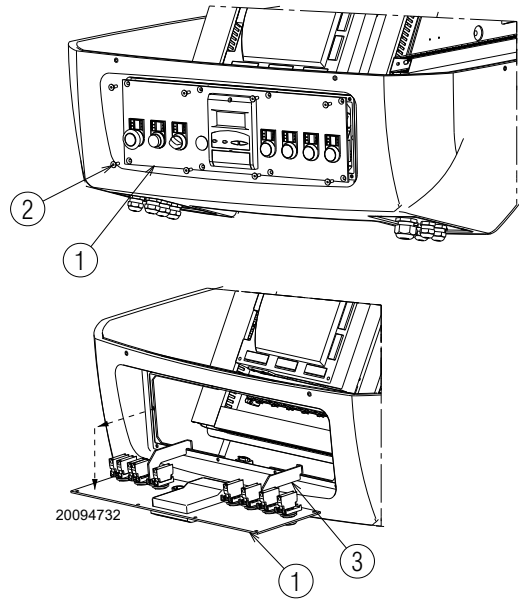

Abb. 33
- Ziehen Sie die Bedientafel 1) heraus und drehen Sie sie um 90°, hängen Sie sie dazu mit den entsprechenden Bügeln 3) im Profil der Schalttafel ein, wie aus Abb. 33 ersichtlich